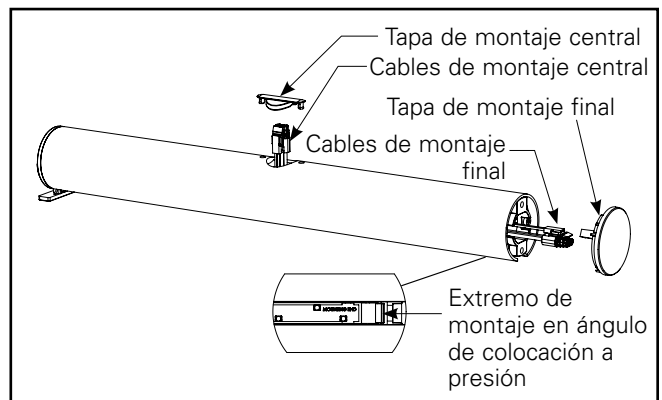

Figura 2.
- Determine el método de montaje previsto, esto indicará de qué ubicación sacará el mazo de cables interno. (Ver Figura 2). Si el montaje se realiza mediante un montaje final, retire la tapa de montaje final del extremo de montaje del cilindro y saque los cables de la carcasa en esta ubicación. (Puede identificar el extremo de montaje del cilindro examinando la placa de circuito impreso y ubicando el texto "Mounting End" [Extremo de montaje]. Ver Figura 6). Si va a realizar un montaje en el techo o en la pared, retire la tapa de montaje central y saque los cables de la carcasa en esta ubicación. Asegúrese de elegir el conjunto de cables correcto antes de sacarlos de la carcasa, ya que revertir este proceso puede ser difícil.
1. Abra la caja que contiene su carcasa ARCEL y saque la unidad y su bolsa de accesorios. Revise las piezas de la bolsa de accesorios. Retire la tapa de montaje central y saque el mazo de cables (Ver Figura 2).
1. Abra la caja que contiene su carcasa ARCEL y saque la unidad y su bolsa de accesorios. Revise las piezas de la bolsa de accesorios. Retire la tapa de montaje central y extraiga parcialmente el mazo de cables ARCEL del orificio central (Ver Figura 2). Conecte el mazo de cables ARCEL al mazo de cables de alimentación de CA. Reduzca al mínimo el exceso de cable que sale de la parte superior de la carcasa.